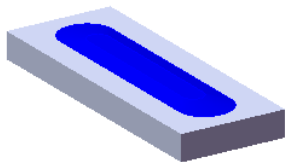

图 17.10.18 放样 1
Step6. 创建图 17.10.18 所示的零件特征——放样 1。